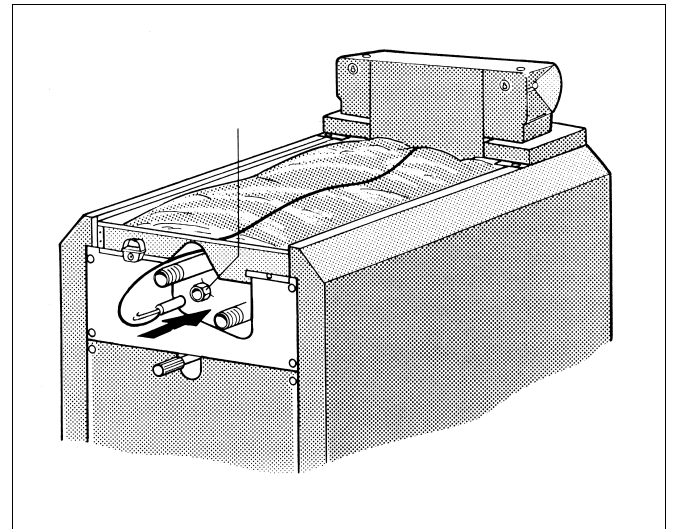

Abb. 17 Messstelle
- Kapillarrohre der Temperaturfühler und die Kesselwassertemperaturfühlerleitung zur Messstelle (Abb. 17, **Pos. 1**) führen. Dabei nur auf Bedarfslänge abrollen.